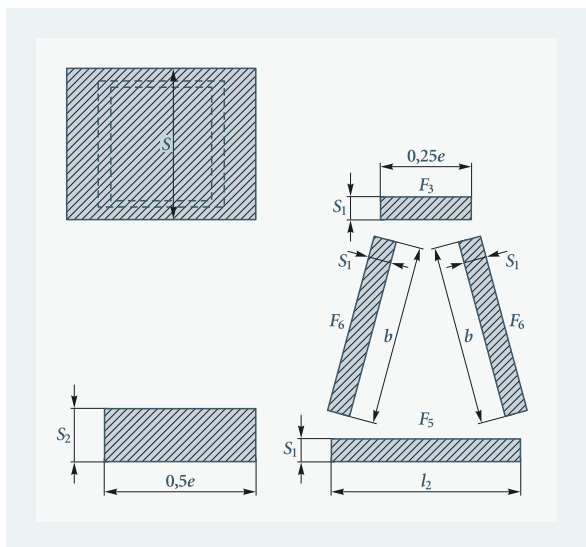

Рис. 3. Схема профиля разбиения гофра полиэтиленовой трубы с двойными стенками для подсчета площади F_2
Площади сечений единичных гофр рассчитывались по формулам, обозначения в которых соответствуют рис. 3.
■ **Площадь продольного сечения единичного гофра полиэтиленовых труб с двойной стенкой (по рис. 3)**